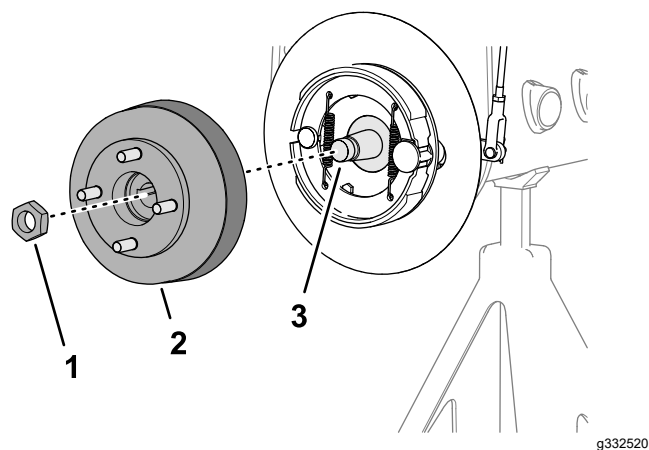
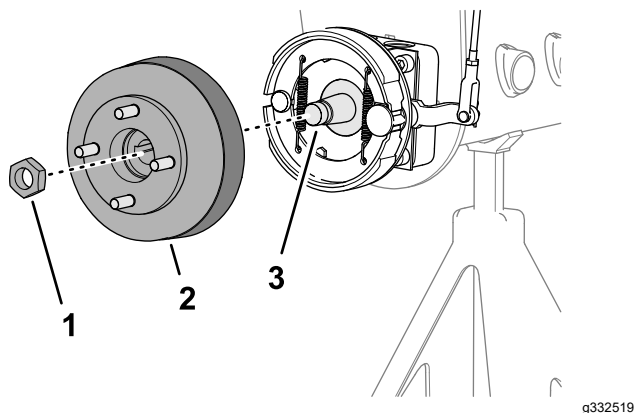

図 65
図 64
1. ハブをホイールモータのシャフトに固定しているロックナットを外す 図 64 または 図 65。
4. 所定のホイールハブ プラーを使用してホイールハブとブレーキドラムをホイールモータのシャフトから抜き取る 図 64 または 図 65。